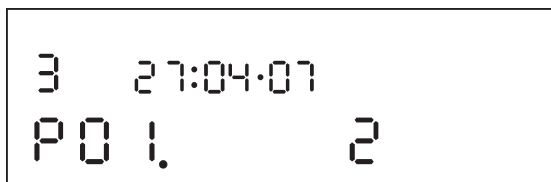
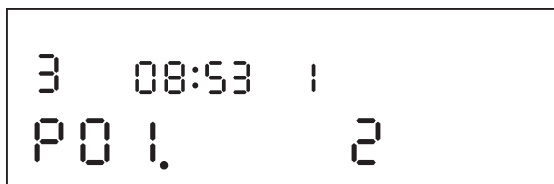

Рисунок 5.20
Рисунок 5.21
На рисунках показан индекс (2) третьей записи (3) регистратора события (P01) зафиксированного 27 апреля 2007 года (27:04:07) (рисунок 5.20) в 8 часов 53 минуты (08:53) и дополнительной информацией (1) (рисунок 5.21).